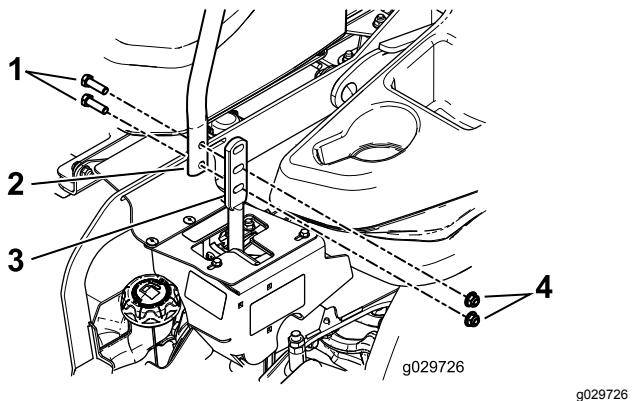

Figure 87
3. Desserrez les boulons et les écrous à embase situés dans les leviers (Figure 87).
4. Réglez l'alignement avant/arrière des leviers en les plaçant tous deux à la position POINT MORT, puis faites-les coulisser jusqu'à ce qu'ils soient alignés, et resserrez les boulons (Figure 87).